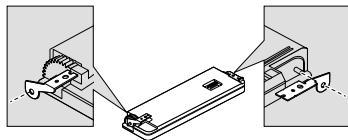

Fig. 12
1. Assicurare i supporti di fissaggio ad entrambi i lati del pannello anteriore. (Fig. 12)